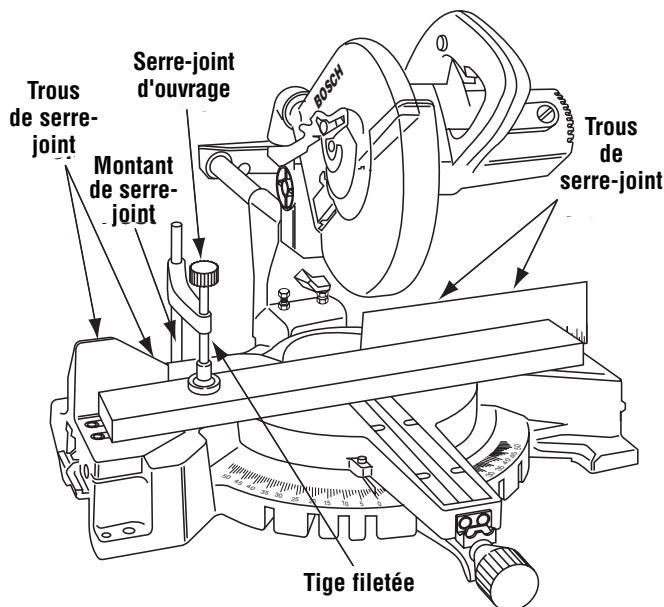

Figure 20. Serre-joint d'ouvrage
**Serre-joint d'ouvrage** — Ce serre-joint permet de fixer un ouvrage sans difficulté dans l'un des quatre (4) trous de serre-joint autour de la scie (Figure 20).